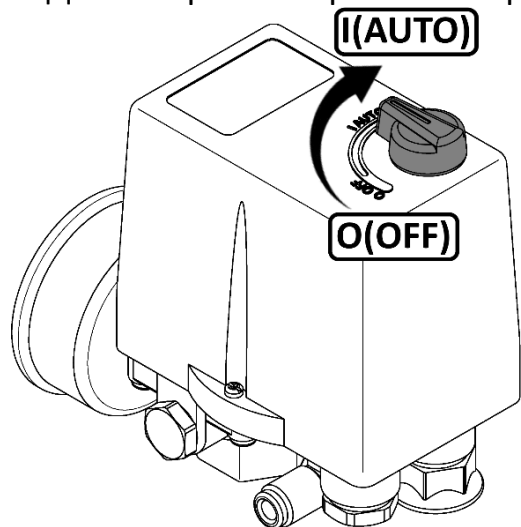

Рисунок 4
- Проверьте, чтобы выключатель на прессостате находился в выключенном положении "OFF" или "O", в зависимости от исполнения (см. рисунок 4).
- 1 Выключить компрессор выключателем на прессостате. Для этого необходимо переключить выключатель в положение "OFF" или "O", в зависимости от исполнения (см. рисунок 4). После этого остановится электродвигатель и произойдет сброс давления из нагнетательного воздухопровода и поршневого блока.
Для пуска компрессоров СБ4/С-100.АВ678, СБ4/С-270.АВ678, СБ4/Ф-270.АВ678, СБ4/Ф-270.АВ678В, СБ4/Ф-500.АВ678, СБ4/Ф-500.АВ678ТБ после срабатывания защиты выполните следующие действия: после того, как двигатель остынет до допустимой температуры, переключите выключатель на прессостате в положение "OFF" (см. рисунок 4), а затем включите компрессор переключив выключатель в положение "AUTO".